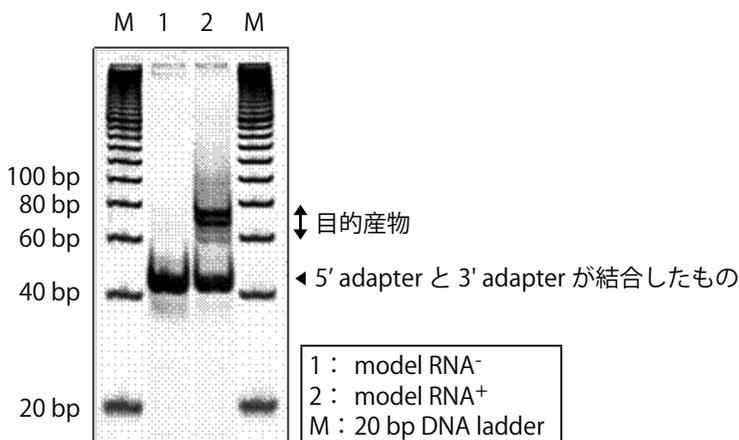

図3. 10種類のモデルRNA(16 nt ~ 30 nt)を用いて反応を行った結果(FMBIO II Multi-Viewで検出)
- 7) 5 μ l を 10% ポリアクリルアミドゲル(未変性)にてチェックする(図3;参考例)。
1 ウェルにアプライする DNA の量が多い場合や泳動を短時間で行った時などに、図 3 に見られるようにウェルの両端を流れる DNA が上に尾を引く場合があります。このような時は、ウェルにアプライする量を減らすか、大き目のウェルを使用してください。また、泳動をゆっくりと行うことにより改善される場合があります。なお、ゲル抜きを行うときには、下のバンド (アダプター同士が結合したもの) を含まないように気をつけてください。(バンドの両端が尾を引いている場合は、両端を含まないようにゲル抜きすることをお勧めします。)